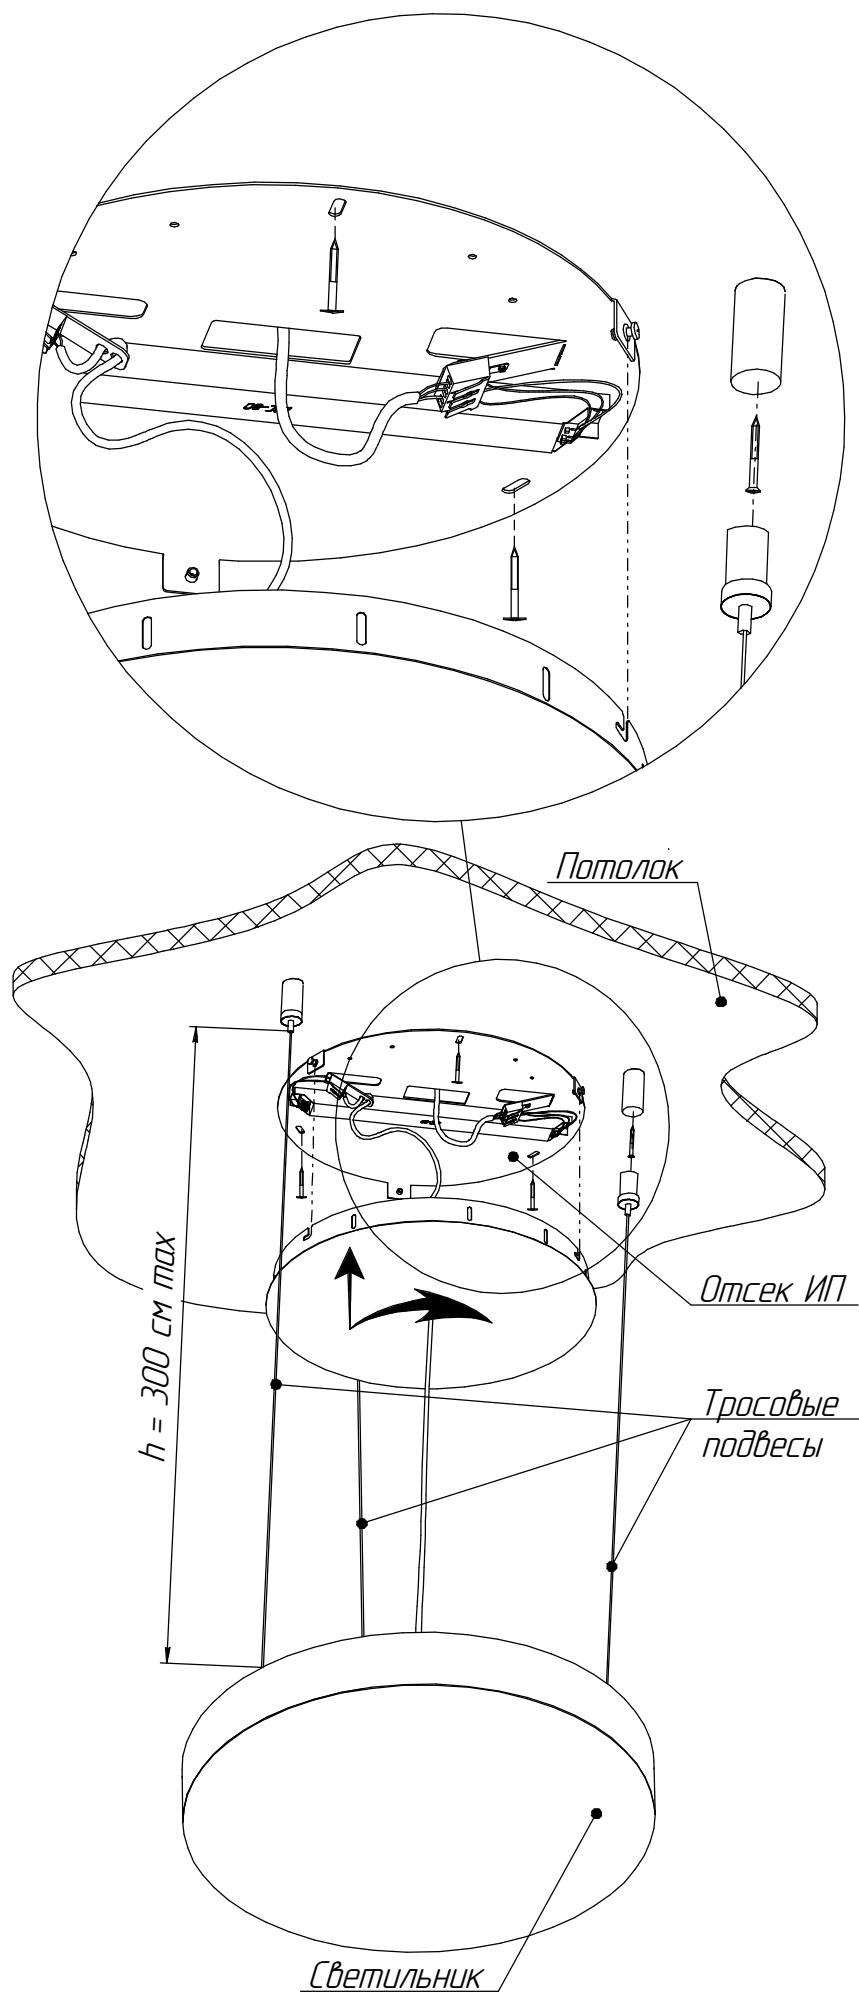

Рисунок 2 - Схема установка светильника.
5.5 Закрепите отсек источника питания в размеченные места рис. 2.
5.6 Закрепите тросовые подвесы в размеченные места рис. 2.